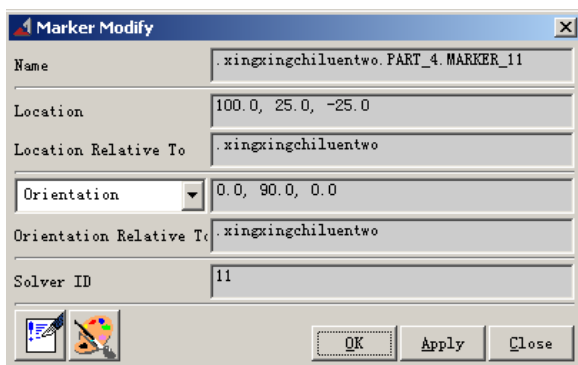
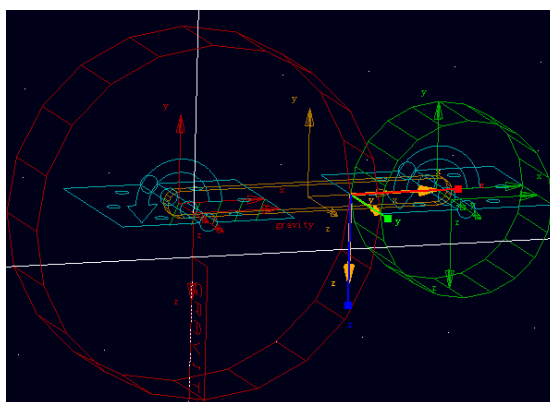

图 4-6 进行坐标轴的旋转
图 4-7 旋转后的啮合点
0.0 修改为 0, 90, 0(方位旋转)。如图 4-6 所示。点击对话框下面的 **OK** 键进行确定，旋转后的啮合点 (**MARKER\_14**) 如图 4-7 所示。从图中可以看出，啮合点的 Z 轴 (蓝色) Z 轴的方向与齿轮的啮合方向相同。